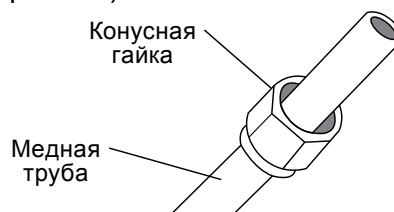

Рис. 7.4
3. Наденьте конусные гайки на оба конца трубы. Гайки должны быть ориентированы в правильном направлении, поскольку после развальцовки гайки нельзя будет надеть или изменить их ориентацию (см. рис. 7.4).